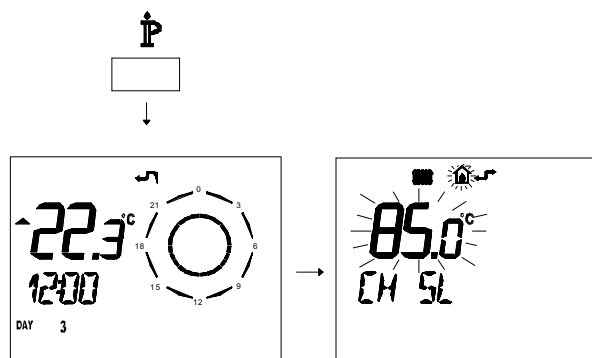

Figura 5.47
- Premere per più di 3 secondi il pulsante  $\mathbb{P}$  per entrare in modalità *INFO* (Figura 5.47).